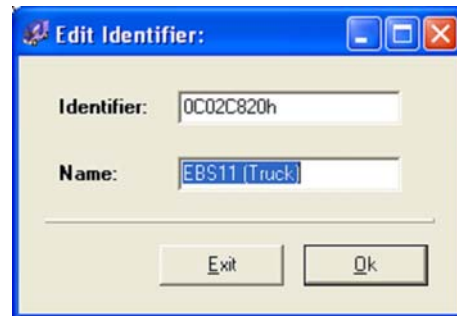

рис. 6 Диалоговое окно для обработки идентификатора
- Ввести в это диалоговое окно идентификатор и произвольное имя (см. рис. 6).